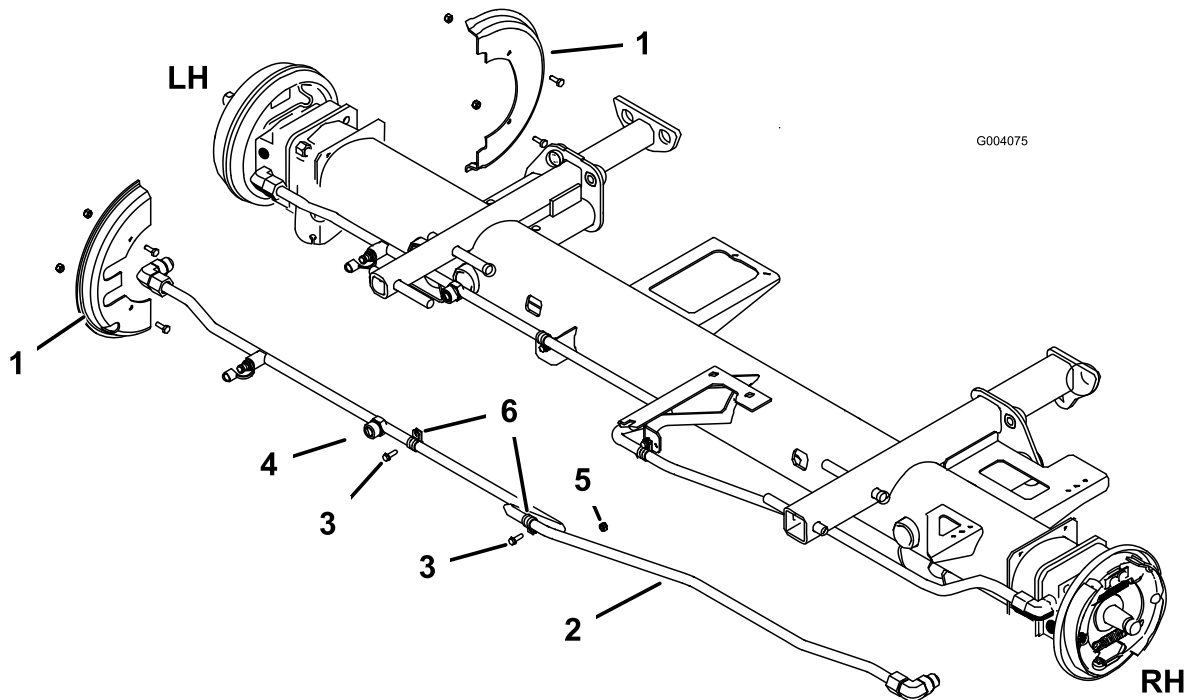

Figura 10
3. Retire los tornillos y las tuercas que sujetan los protectores de las ruedas a las bridas del eje delantero (Figura 10).
4. Desconecte el tubo hidráulico del acoplamiento superior del motor de rueda delantero izquierdo y del acoplamiento inferior del motor de rueda delantero derecho (Figura 10).
5. Retire las abrazaderas en R que sujetan el tubo al bastidor (Figura 10) y las bridas que sujetan los cables de freno a los tubos hidráulicos.
6. Desconecte la manguera izquierda de la bomba variable y del tubo hidráulico (Figura 10). Asimismo, retire el acoplamiento de 45° de la parte inferior de la bomba variable (Figura 10).
6. Instale los protectores de rueda en las bridas del eje delantero con los tornillos y las tuercas que retiró anteriormente (Figura 10).